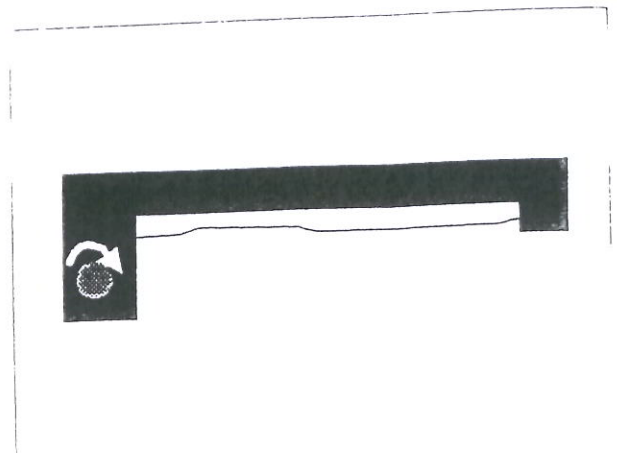

Fig. 23 Printerlint
- Span het nieuwe lint (Fig. 23), let hierbij op de aangegeven draairichting;